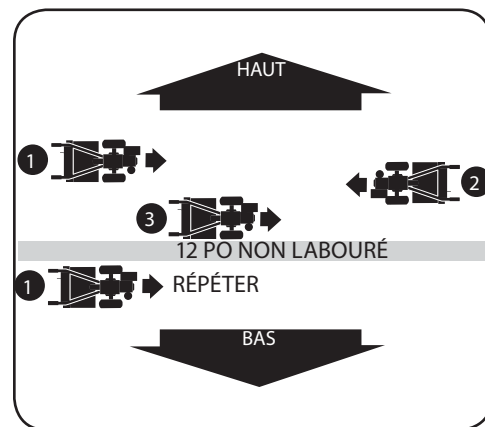

Figure 4-9
- Pour créer une terrasse, commencez à travailler au sommet de la pente en progressant vers le bas. Travaillez d'une extrémité à l'autre de la première rangée. Voir Figure 4-9.